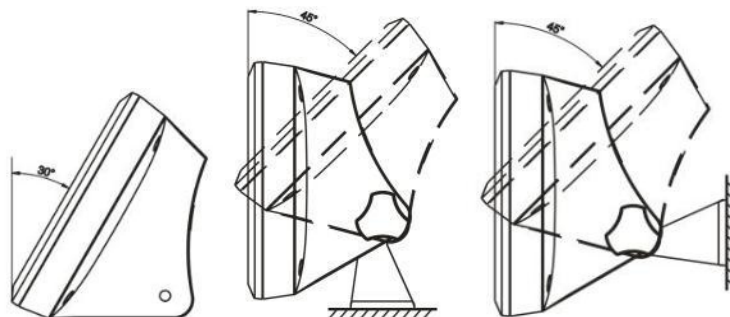

Figure 2-6 : Réglage du support pour un montage mural ou sur une colonne
2. Le support autorise toute une gamme de réglage, comme sur la Figure 2-6.